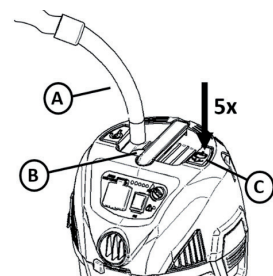

Рисунок 18
Можно прижать конец трубки-держателя к отверстию (B) на головной части (рис. 18)